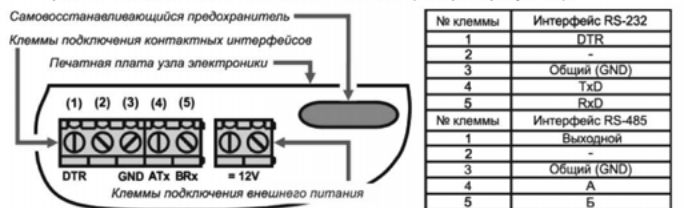

Рисунок 1 – Расположение клеммных соединителей на п/п узла электроники
- клеммные соединители – предназначены для подключения линий связи интерфейсов и внешнего источника постоянного тока (смотрите рисунок 1).
Месторасположение клеммных соединителей (смотрите рисунок 1)